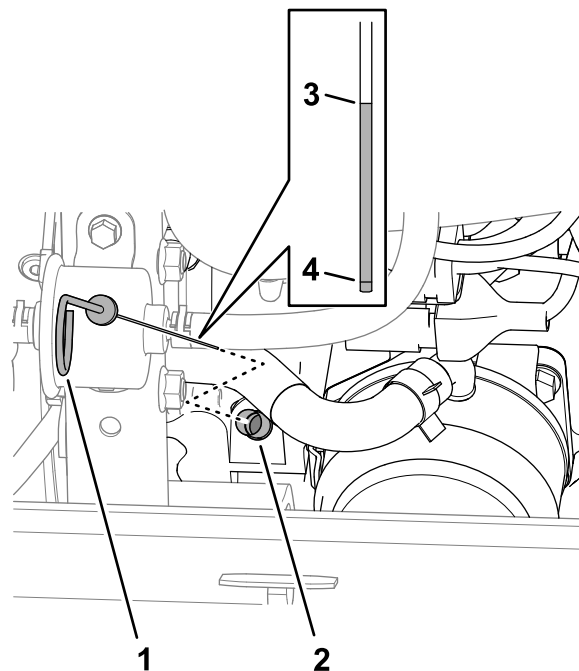

Figure 123
- Dévissez la jauge du tube de jauge (Figure 123) et essuyez-la sur un chiffon propre.